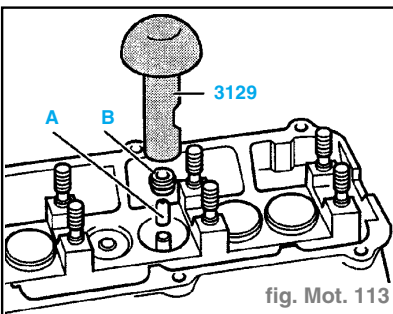

fig. Mot. 113
- Placer la douille en plastique **A** comprise dans l'ensemble de livraison sur la tige de soupape correspondante, afin d'éviter tout endommagement de l'étanchement neuf de tige de soupape (fig. Mot. 113).